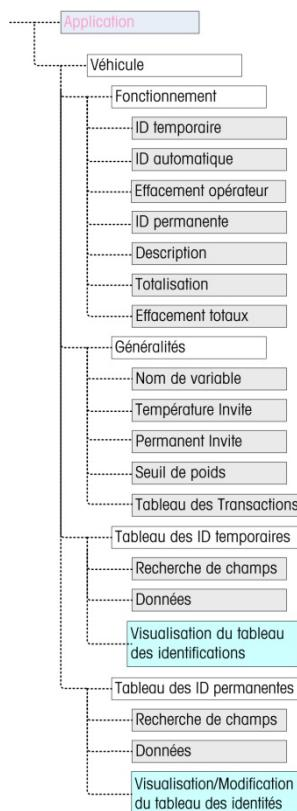

Figure 4-23 : Menu de configuration de l'application pour les véhicules
La touche FONCTION (F) doit être programmée pour le Pesage des véhicules dans la configuration sur **Application > Touche Fonction > Attribution** pour que cette application fonctionne et accède aux étapes de la configuration de l'application Pesage de véhicules. Lorsque la touche FONCTION est correctement programmée, la branche Pesage de véhicules de la configuration est affichée comme sur la Figure 4-23.